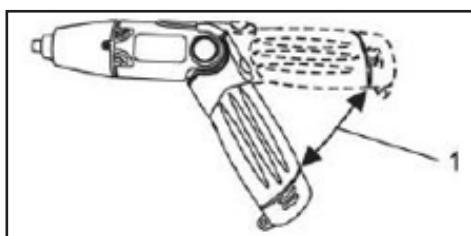

Fig.4
Para hacer girar el mango, simplemente "curve" la herramienta al ángulo apropiado (1) (Fig. 4)